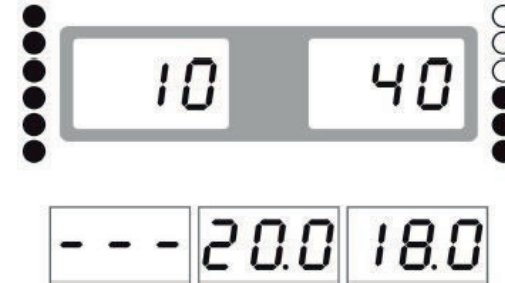

Abb. 19
- Bewegen Sie das Rad langsam gegen den Uhrzeigersinn, bis die linke LED voll erleuchtet (Abb. 19)